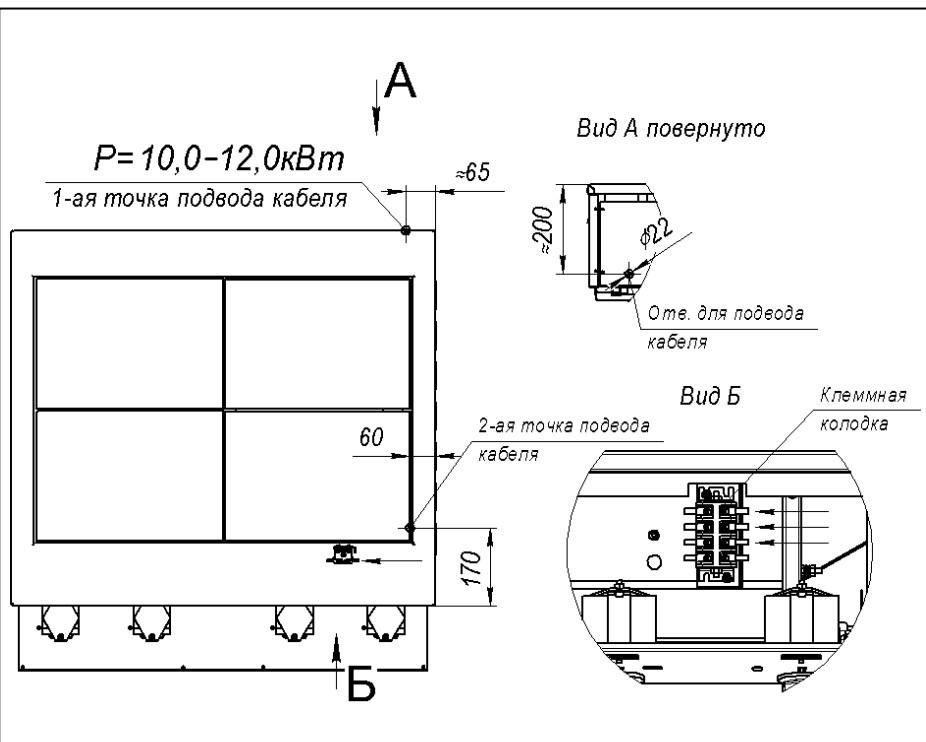

Рис.3
- 6.7 Рекомендуем, подвод электропитания к плите производить, скрытой в полу, трубной разводкой. Диаметр трубы – не мене 1/2" (Ø=22мм), высота от уровня пола не более 500мм (см. рис.3). Электропровода, заводимые в плиту, до блока клеммного, должны иметь термоустойчивую изоляцию, с температурой длительной эксплуатации не менее 150°С